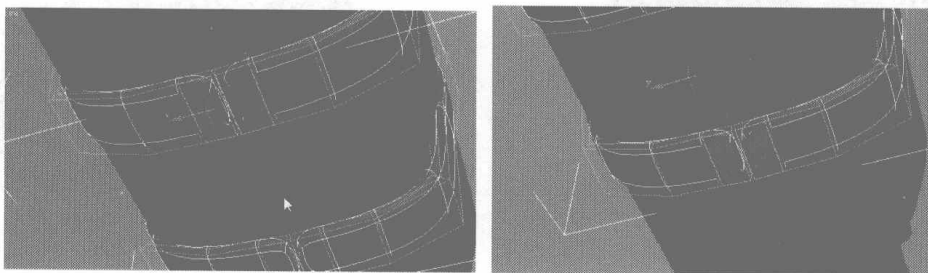
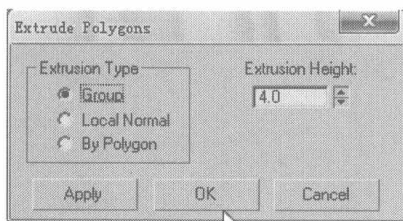
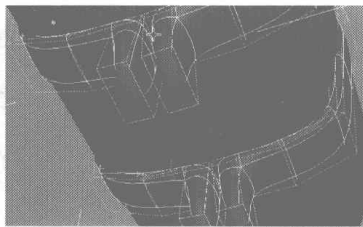

图 2.140
图 2.141
图 2.142
- 10** 选择如图 2.140 所示的面，单击 **Extrude** 右边的小按钮，在弹出的对话框中设置挤压参数如图 2.141 所示，挤压结果如图 2.142 所示。